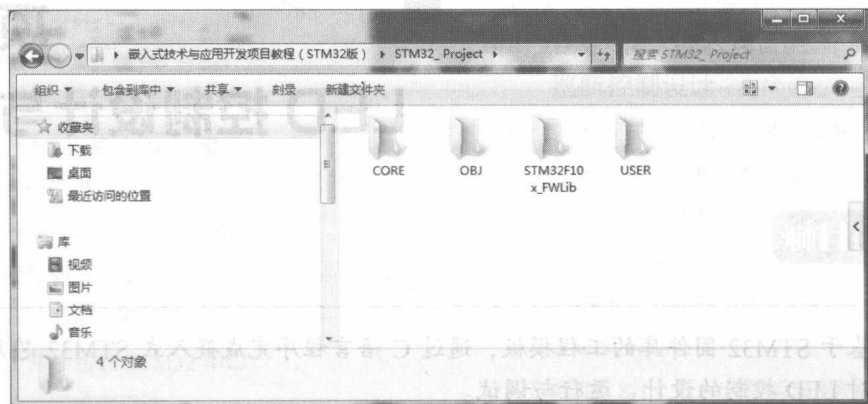

图1-1 工程STM32_Project模板目录
(1) 先在计算机的某个盘符下新建一个 STM32_ Project 目录，作为基于 STM32 固件库的工程模板目录。
(2) 在 STM32_Project 工程模板目录下，新建 USER、CORE、OBJ 以及 STM32F10x_FWLib 4 个子目录，如图 1-1 所示。